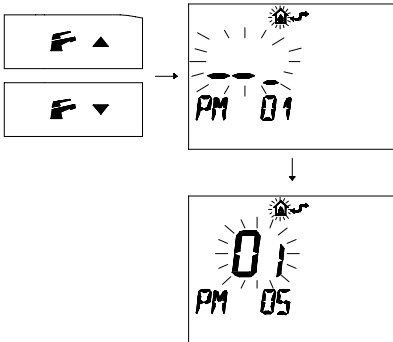

fig. 8.6
- 4 Premere i pulsanti  o  per visualizzare la programmazione "PM 05" settaggio gas fase 1 (fig. 8.6)
- 5 Il SET programmato che lampeggia **01** indica che la caldaia è predisposta per funzionare con gas **Metano (G20)** (fig. 8.6)